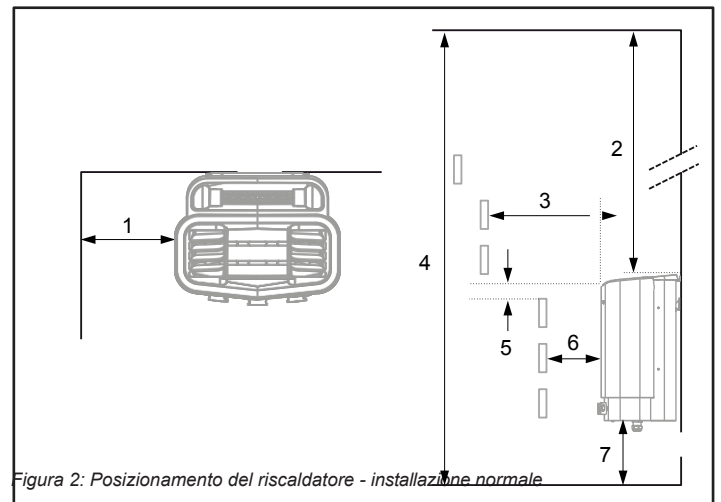

Figura 2: Posizionamento del riscaldatore - installazione normale
- Posizionare il riscaldatore a una distanza di sicurezza dal pavimento, dalle pareti laterali e dagli accessori interni (vedere Figura 2).